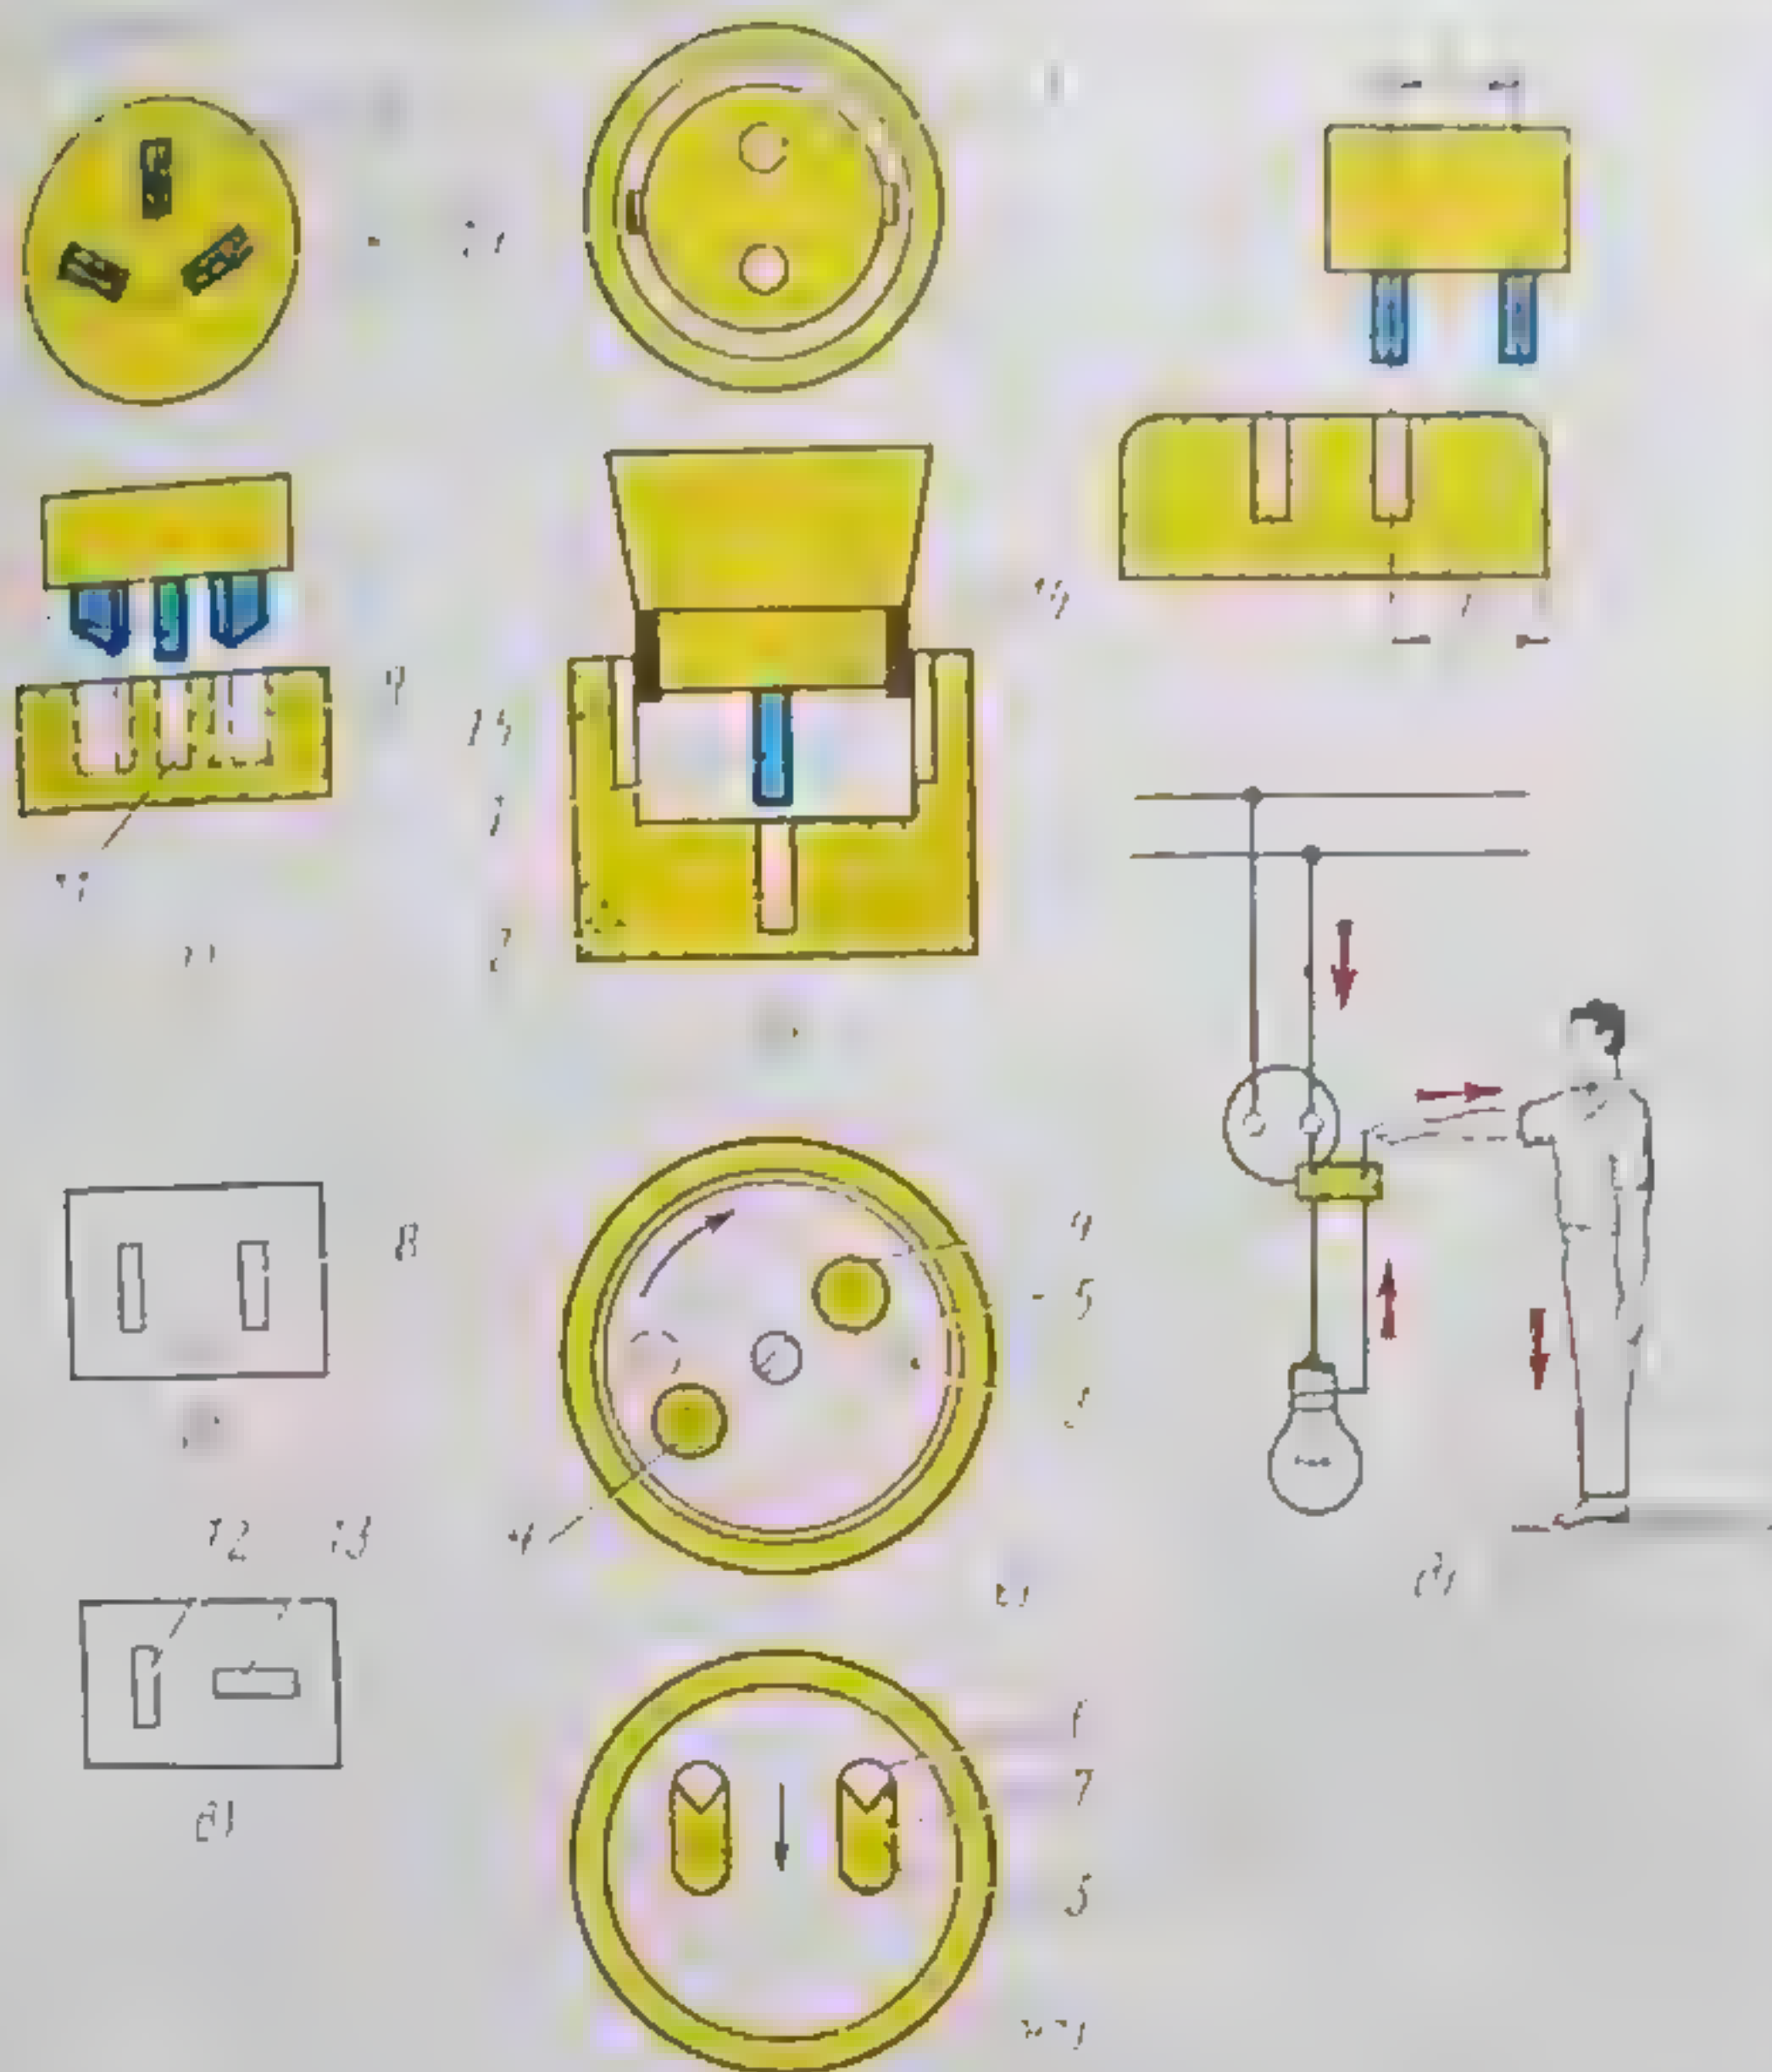

Рис. 60. Штепсельные соединения должны быть безопасны. Позиции 8-13 соответствуют нумерации на рис. 59
Безопасные соединения и безопасность. В штепсельных соединениях всегда есть оголенные токоведущие части — штифты. Кроме того, вилки нередко заменяют выключатели. Все это вынуждает конструкторов штепсельных соединений принимать надлежащие меры. Так, в штепсельных соединениях для приборов, требующих заземления (зануления), при включении вилки раньше штифт 10 (рис. 60, а) входит в заземленное (зануленное) гнездо 11 и только после этого в гнезда 9 входят рабочие штифты 8. При вынимании вилки раньше отключаются короткие рабочие штифты, а затем длинный защитный (заземляющий, зануляющий) штифт. Иными словами, сама конструкция штепсельного соединения исключает подачу напряжения на прибор, если его корпус не заземлен (не занулен). Конструктор позаботился и о том, чтобы вилку можно было включить только правильно (т.е. так, чтобы "земля" попала на корпус прибора). Для этого углы, под которыми расположены гнезда, неодинаковы, поэтому вилку можно включить одним-единственным способом.
На рис. 60, г заземляющие (зануляющие) пружинящие пластины 14 на вилке и 15 в розетке расположены сбоку, а рабочие гнезда 2 углублены. Поэтому штифты 1 входят в них после заземления, а выходят раньше, чем заземление снято.
Чтобы прибор, рассчитанный на 42 В, не включить в сеть более высокого напряжения (это губительно для прибора и опасно для людей), у розеток для сетей 127 (220) В штифты 8 (рис. 60, б) и для сетей 42 (12) В штифты 12 и 13 (рис. 60, в) расположены различно.
Включать вилку в розетку одним штифтом опасно. Если бы конструкция штепсельного соединения допускала такое включение, то, прикоснувшись в другому штифту, человек оказался бы под напряжением (рис. 60, д). Конструктор предупредил и эту опасность, сделав размер L больше размера l.
На рис. 60, е показана розетка с предохраняющим от прикосновения устройством. В ней гнезда 3 закрыты диском 5. При включении вилку вставляют в отверстия 4 и поворачивают до совпадения отверстий 4 с гнездами 3. Только после этого происходит соединение. При вынимании вилки пружина возвращает диск в исходное положение (подробнее — см. рис. 61).
На рис. 60, ж гнезда 3 закрыты шторками 7. Вилку вставляют в продолговатые отверстия 6 и передвигают к центру розетки. Шторки скрываются под крышкой розетки (не показано), а штифты входят в гнезда. При вынимании вилки пружины возвращают шторки в исходное положение.
шторок описано при рассмотрении рис. 60, ж.